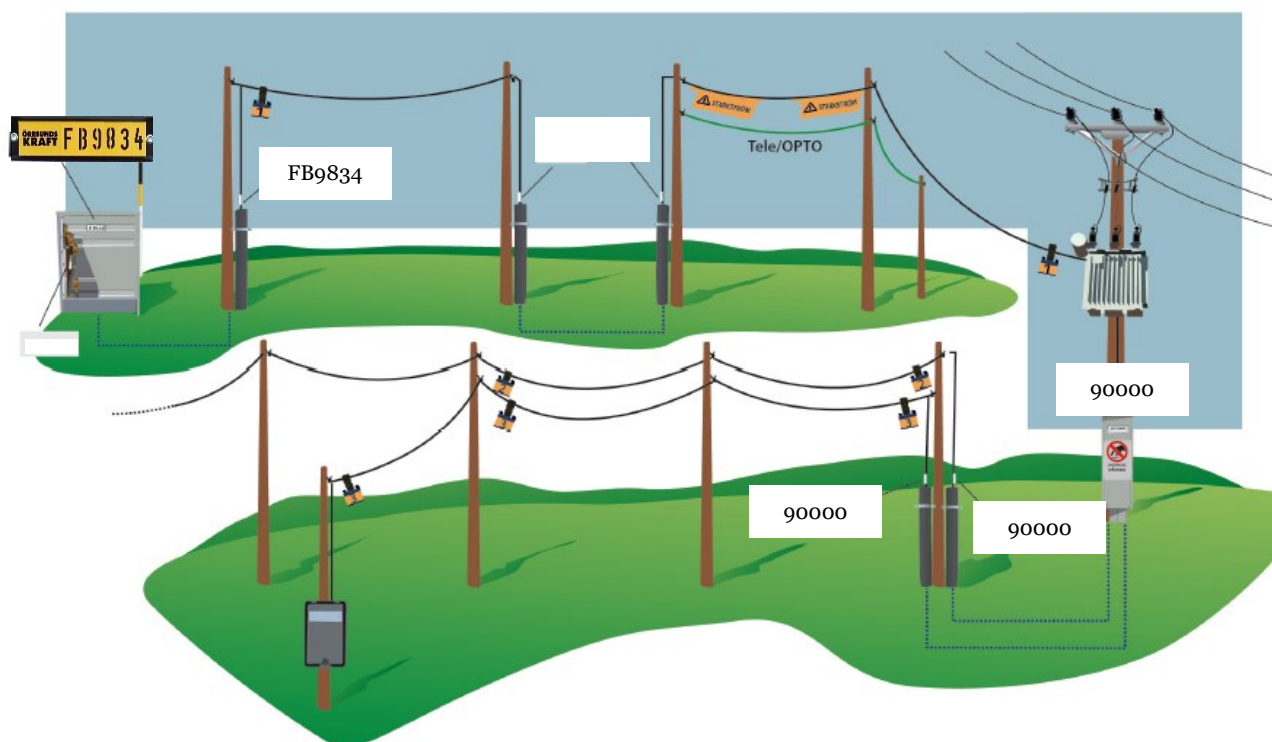

Bild 13. Luftledningsnät lågspänning.
Märkning av luftledningsnät för spänningsnivån 0,4 kV ska utföras enligt följande (se bild 13):
- Ledare fasmärks med L1, L2 och L3 samt PEN-ledare tilläggsmärks med Gul/Grön (PE) + Blå (N) alternativt PEN.
- Nummer anges på luftledning närmast säkringslåda. Se bild 13.